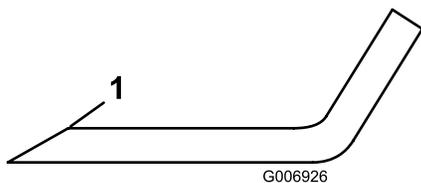

Figure 33
1. Au moyen d'une lime, aiguisés les tranchants aux deux extrémités de la lame (Figure 33) en veillant à conserver l'angle de coupe d'origine. Limez la même quantité de métal sur chacun des deux tranchants pour ne pas déséquilibrer la lame.